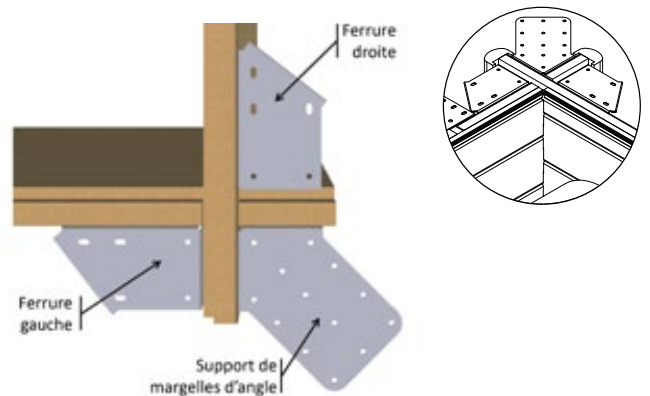

Figure 18 – Mise en place des ferrures dans les angles
- Dans les angles, montez quatre ferrures « droite » et quatre ferrures « gauche », ainsi que quatre supports de margelles d'angle, selon la **Figure 18**. Utilisez 4 vis penture torx 6 × 20 en inox A2 (sachet G) par équerre et 6 vis penture torx 6 × 20 en inox A2 (sachet G) par ferrure, soit un total de 64 vis.